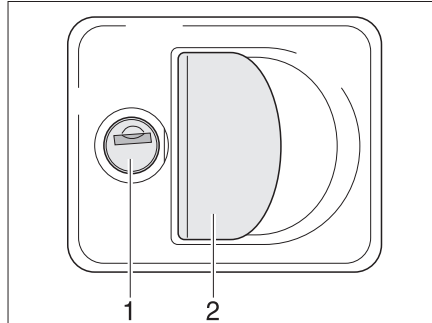

Fig. 45 Serrure du portillon avec poignée
- Insérer la clé dans le barillet (Fig. 45,1) et la tourner d'un quart de tour. La serrure du portillon est déverrouillée.
- Tirer sur la poignée de la serrure (Fig. 45,2). Le portillon extérieur est ouvert.